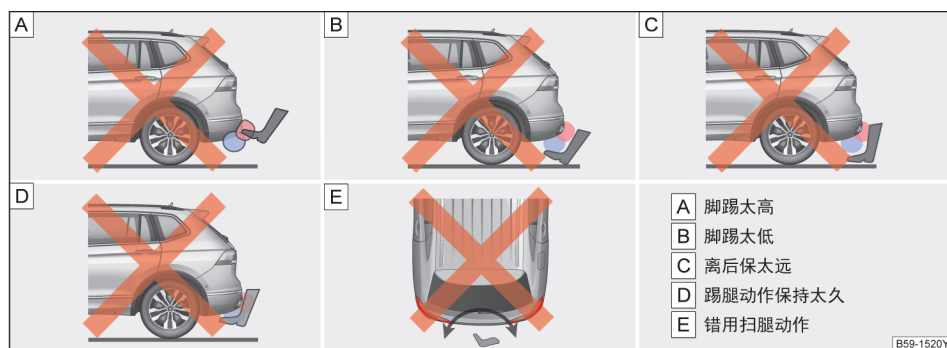

图 65 脚踢激活感应式行李厢盖开启的错误动作示范
- 2、脚踢太高、太低或是离后保太远→图 65 [A]、[B]、[C]。
- 3、踢腿动作在后保下保持太久（超过 1 秒）→图 65 [D]。
- 4、使用错误的踢腿动作（比如：来回扫腿）→图 65 [E]。